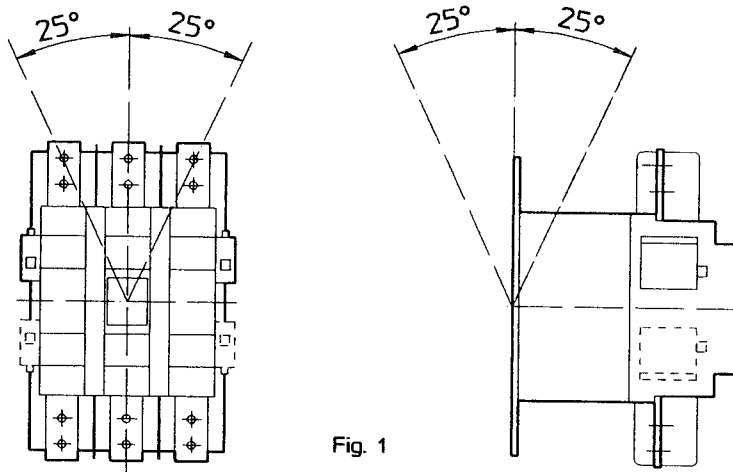

Fig. 1
I fusibili Ø 0,5mm per tensione 421...690V sono montati di serie. Per tensioni diverse montare (vedi Fig.1), i fusibili indicati in tabella. Una serie di fusibili e' allegata al contactore.
Fuses Ø 0.5mm for voltage 421...690V are fitted as standard. For other voltages fit (see fig.1) the fuses according the table above. A set of fuses is enclosed with the contactor.
Working position is shown in figure 1
- Svitare i gruppi di ritegno camere spegniarco (fig.1) quanto basta per ruotarli di 90° (fig.2).
- Unscrew the arc-chute fasteners (fig.1) far enough to rotate them 90° (fig.2).